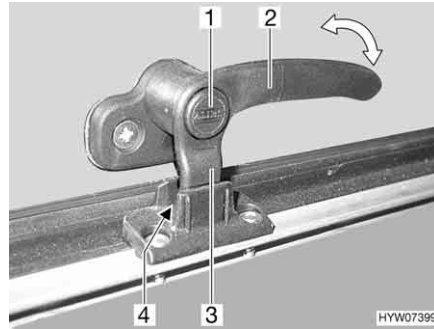
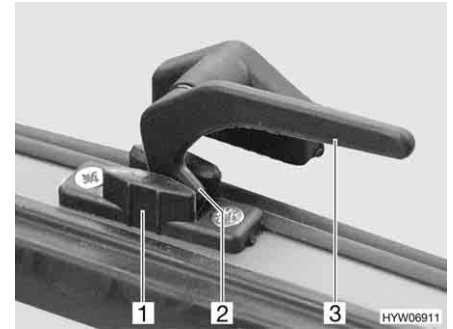

Fig. 65 Leva di serraggio con bottone di sicurezza in posizione "Aerazione continua"
Fig. 66 Leva di serraggio in posizione "Aerazione continua"
- In posizione di "Aerazione continua" (Fig. 65 e Fig. 66)
- Se presente, premere e tenere premuto il bottone di sicurezza (Fig. 65,1).
- Ruotare la leva di serraggio (Fig. 65,2 o Fig. 66,3) di un quarto di giro verso il centro della finestra.
- Girare nuovamente all'indietro la leva di serraggio. Riportare contemporaneamente il nasello di chiusura (Fig. 65,3 o Fig. 66,2) della leva di serraggio nella rientranza della chiusura della finestra (Fig. 65,4 o Fig. 66,1).
- Se presente, rilasciare il bottone di sicurezza (Fig. 65,1).